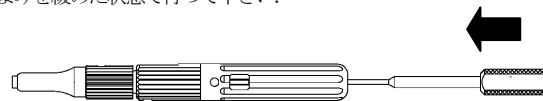

図7
- 5) 1.5/2.0 テーパードスクリー挿入時にスクリーの切断部が破断し、スクリー後端軸が把持器内部に残ってしまった場合、把持器後端からスクリーブプッシャーを挿入し、スクリー後端を除去します。(図7)